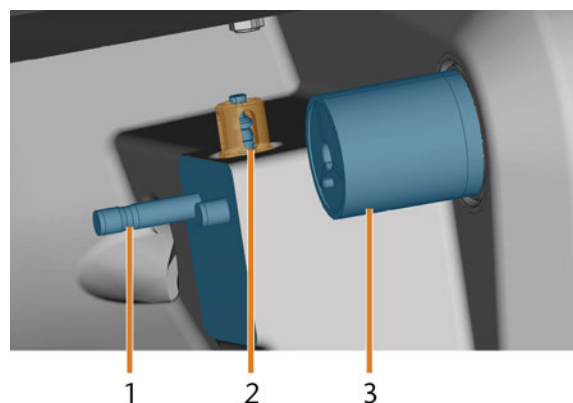

FIG. 66 – SUPPORT DE MAGASIN D'OUTILS, PALPEUR DE MESURE, PORTE-BLOC (EN BLEU)
4. Nettoyez le palpeur de mesure avec la brosse humide (☞ Fig. 66 – bas).